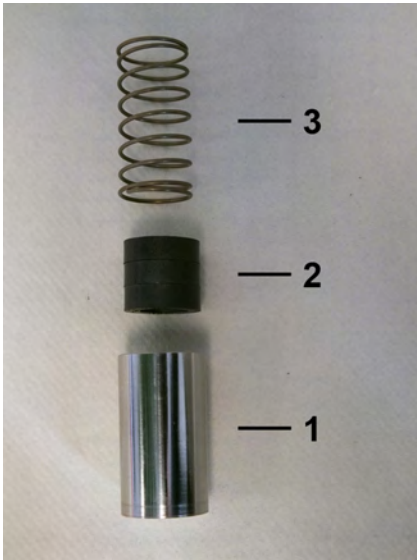

Abb. 55: Innenteile
- 6.** → Feder (Abb. 55/3) mit Magneten (Abb. 55/2) in den Schwebekörper (Abb. 55/1) einführen, dabei die Magnetpolung beachten (Nordpol in Richtung Geräteausgang)